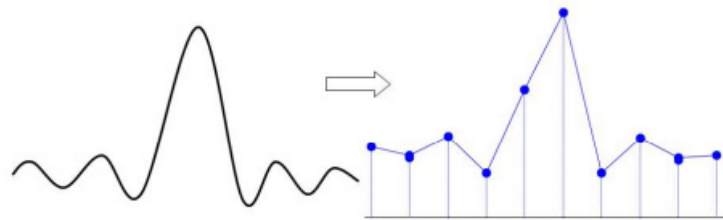

Рис. 10-1. Искажённая форма волны при недостаточной частоте выборки
- a) Искажение формы сигнала (Waveform Distortion): Из-за низкой частоты выборки некоторые детали сигнала могут быть утеряны, и отображаемая форма сигнала может отличаться от реальной. (См. рисунок 10-1)